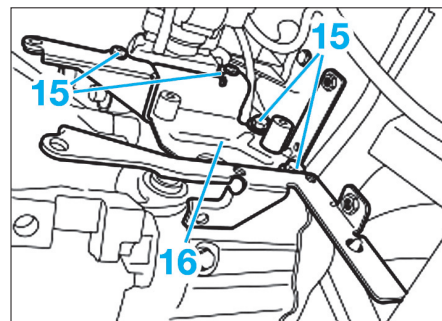

Fig. 49
- Déposer les vis de fixation (15) et déposer le support (16) du réservoir du circuit hydraulique et de la pompe électrique (Fig.49).